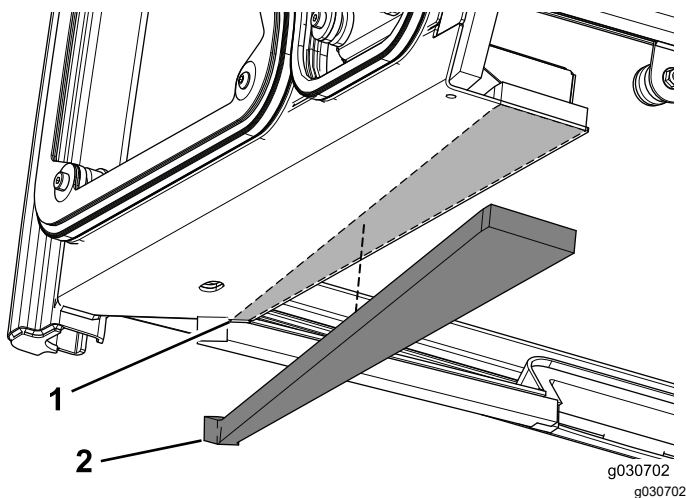

Bild 14
1. Bringen Sie die linke Schaumdichtung ungefähr 3 mm von der vorderen Kante links an der Kabine an (Bild 14).